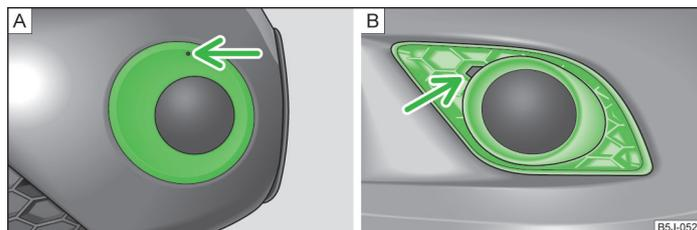

Abb. 159 Vorderer Stoßfänger: Fabia Scout / Fabia RS
- In die Öffnung oberhalb des Nebelscheinwerfers » Abb. 159 - **A** (Fabia Scout) den Drahtbügel » Seite 188, *Bordwerkzeug* einführen und die Abdeckkappe herausnehmen.
- Einen Finger in die Öffnung neben dem Nebelscheinwerfer » Abb. 159 - **B** (Fabia RS) einführen und die Abdeckkappe herausnehmen.